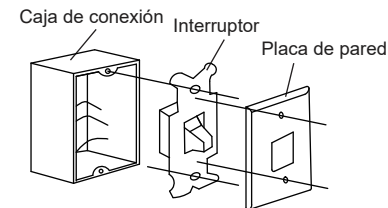

Fig. 28
**Paso 1.** Retire la placa de pared existente y el interruptor viejo de la caja de conexión de la pared. Desconecte los cables. (Fig. 28)